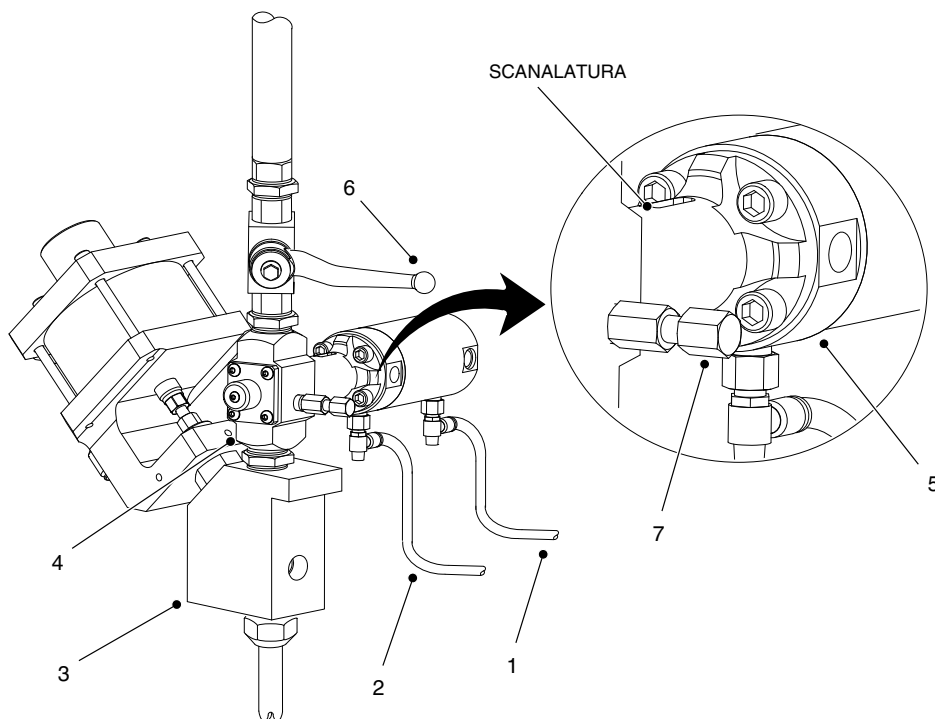

Figura 3 Calibrazione del sistema
2. Vedi figura 3. Applicare aria all'attacco di retrazione (2).
3. Chiudere la valvola a sfera (6). Aprire la pistola CE20 (3) per spurgare la pressione del materiale. Attendere almeno 30 secondi prima di iniettare la prima bolla d'aria.
3. Vedi figura 3. Applicare aria all'attacco di retrazione (2).
4. Chiudere la valvola a sfera direttamente a monte della pistola CE20 (3).
5. Aprire la pistola CE20 (3) per spurgare la pressione del materiale. Attendere almeno 30 secondi prima di iniettare la prima bolla d'aria.
6. Applicare aria all'attacco di estensione (1). Guardare dentro la scanalatura sull'iniettore d'aria (5). Assicurarsi che l'anello rosso passi completamente attraverso la scanalatura. Lasciare il cilindro in questa posizione per 10 secondi, poi applicare aria all'attacco di retrazione (2).